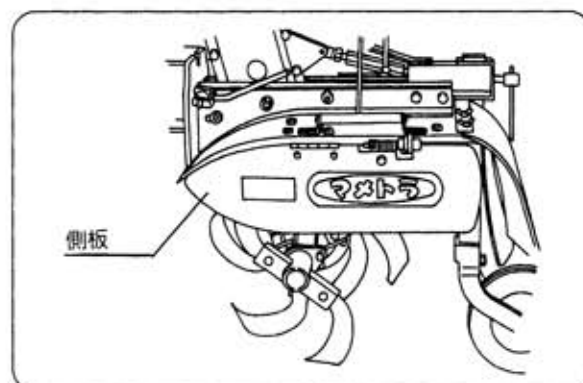

図24
- ① 側板の開閉は菊座方式となっていますので工具類は不要です。手で開閉します。(図24)